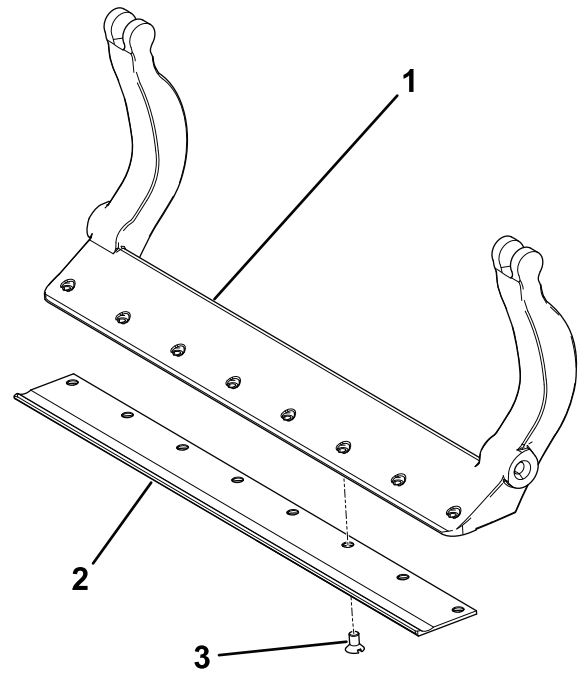

図 32
3. ベッドナイフ固定ボルトに固着防止パウンドを塗ってベッドナイフをベッドバーに固定する 図 32。